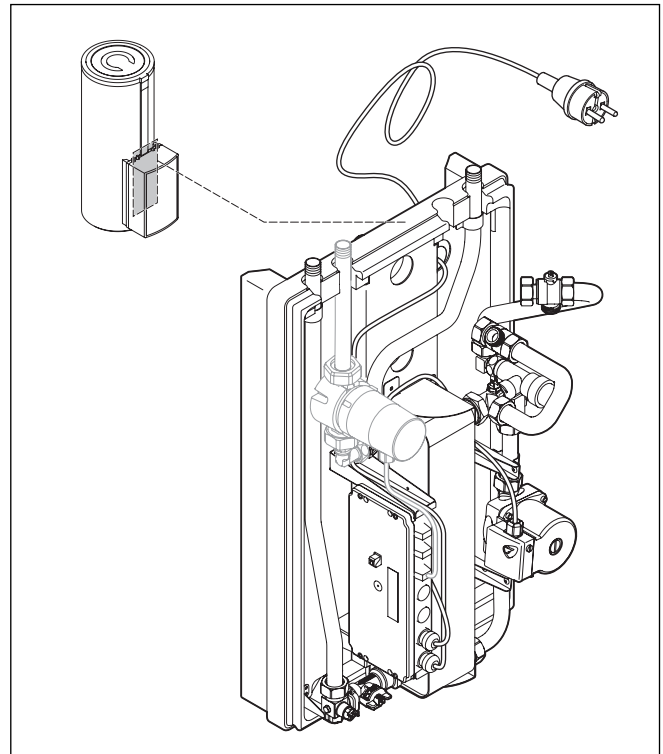

Abb. 4.2 Verlegung der Leitungen in der Frischwasserstation
- Verlegen Sie die eBUS-Anschlussleitung entsprechend der Kabelführung (→ **Abb. 4.2**) in der Frischwasserstation zum Schaltkasten der Frischwasserstation.